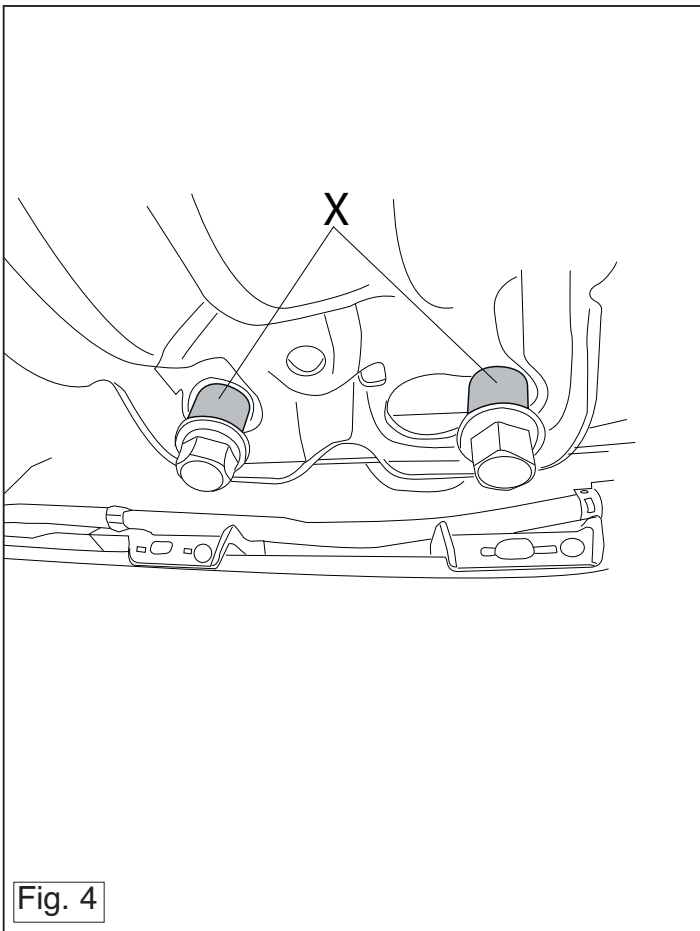

Fig. 4
12. Move the spare wheel. (See fig.4)
12. Das Ersatzrad montieren. (Siehe Abb. 4).